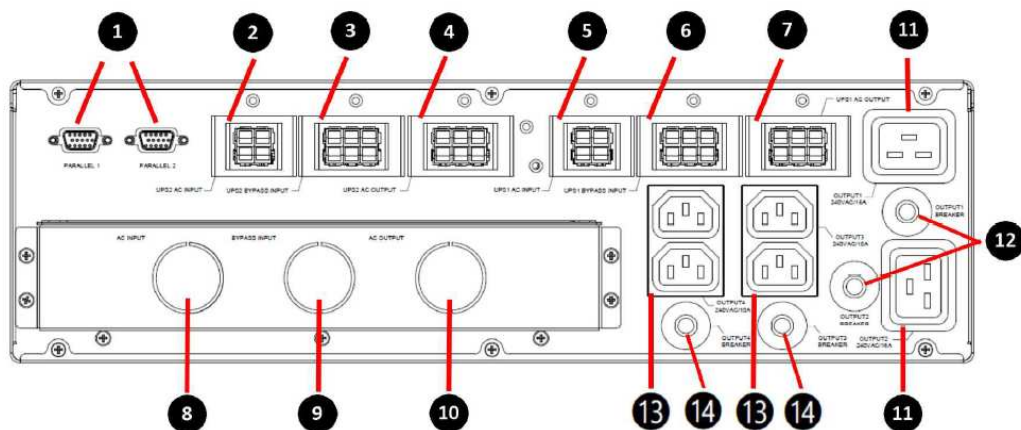

Рис. 4-4. Задняя панель БП
3. *³ Для каждого комплекта предусмотрено 3 кабеля питания: входной кабель питания от основного источника переменного тока (4-контактный), входной кабель питания от байпасного источника (6-контактный) и выходной кабель питания ИБП (6-контактный). Разъем каждого кабеля питания имеет цвет, соответствующий порту на задней панели БРП (см. **рис. 4-4**), что позволяет легко различать кабели питания.
К кабелям, подключаемым к клеммам БРП (8 и 10 на **рис. 4-4**), относятся входной кабель питания от основного источника переменного тока, входной кабель питания от байпасного источника и выходной кабель питания. При выборе кабелей необходимо соблюдать местные правила электропроводки и учитывать условия окружающей среды.